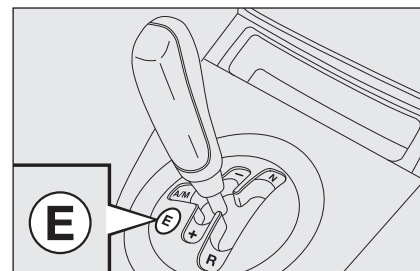

fig. 4
- ☐ de tweede methode is volledig automatisch (**AUTO**), waarbij het systeem beslist over het overschakelen. Bij deze methode kan de **ECO**-functie (Economy) worden gekozen om het verbruik te beperken. Druk voor het inschakelen van deze functie op knop **E**-fig. 4.
De **ECO**-functie kan worden ingeschakeld door op knop **E**-fig. 4 te drukken. Als deze functie is ingeschakeld, verschijnen op het display de ingeschakelde versnelling, het opschrift **AUTO** en de letter **E** (zie volgende paragraaf).